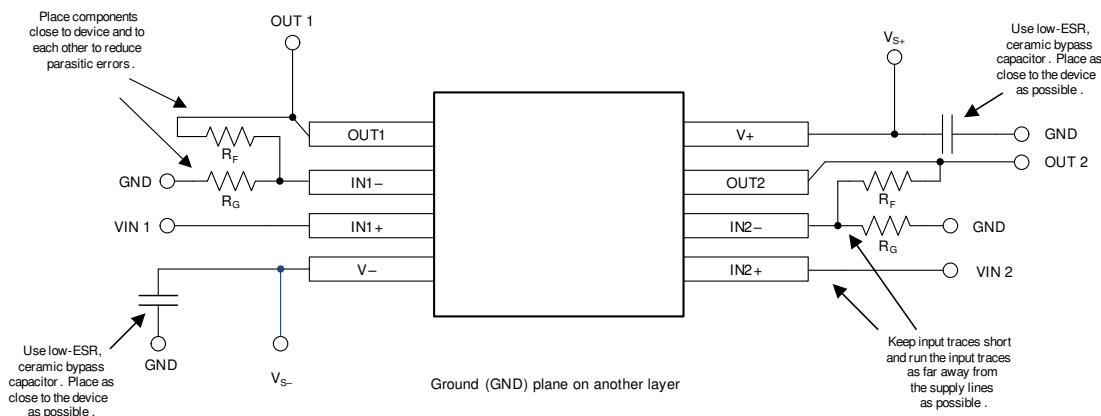

図 10-2. レイアウト例
- 外付け部品は、図 10-2 に示すように、可能な限りデバイスに近く配置します。 R_F と R_G を反転入力に近づけて配置すると、寄生容量を最小化できます。